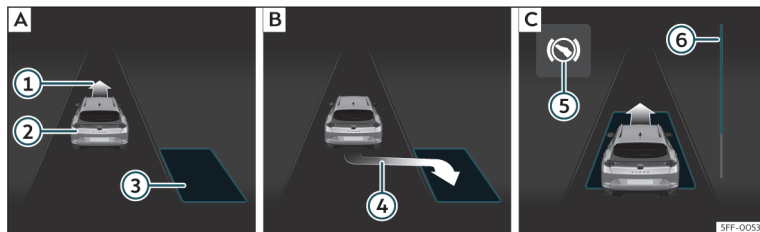
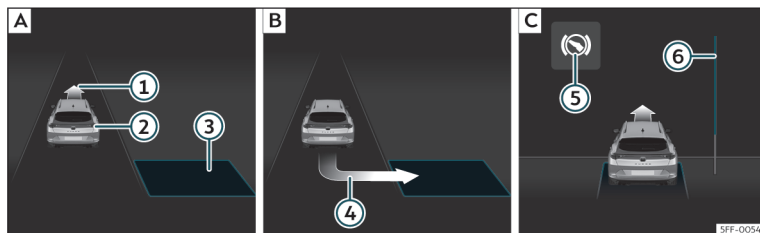

Fig. 191 Sul display del quadro strumenti: Parcheggiare in linea. **[A]** Cercare uno spazio di parcheggio. **[B]** Posizione di parcheggio. **[C]** Manovrare.
Fig. 192 Sul display del quadro strumenti: parcheggiare a pettine. **[A]** Cercare uno spazio di parcheggio. **[B]** Posizione di parcheggio. **[C]** Manovrare.
>>> **fig. 191 [B]** o >>> **fig. 192 [B]**. Lo spazio sarà stato considerato "idoneo" se nel display del quadro strumento compare l'indicazione di parcheggio ④.
• Retrocedere finché non si sentirà il segnale continuo del ParkPilot; **OPPURE:** spostarsi in retromarcia finché nel display del quadro strumenti non comparirà l'indicazione di spostarsi con la marcia in avanti >>> **fig. 191 C** o >>> **fig. 192 C**; **OPPURE:** finché nel display del quadro strumenti non comparirà il messaggio **Park Assist terminato**. La barra di avanzamento  indica la distanza che si deve percorrere >>> pag. 297.
avanti e in retromarcia fino a posizionarlo al centro dello spazio di parcheggio >>> **fig. 191 C** o >>> **fig. 192 C**.
La barra di avanzamento >>> **fig. 191 C** e >>> **fig. 192 C** mostra simbolicamente nel display del quadro strumenti la distanza relativa ancora da percorrere. Maggiore è la distanza, maggiore sarà il riempimento della barra di avanzamento. Circolando con la marcia in avanti, il contenuto della barra di avanzamento diminuisce verso l'alto, e circolando in retromarcia, diminuisce verso il basso.